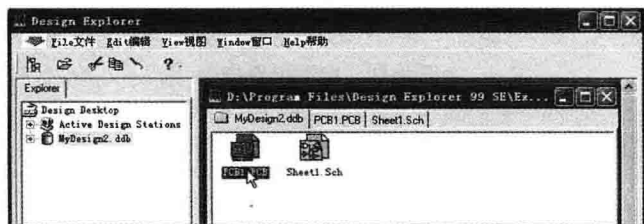

图 1-20 选择 PCB1. PCB 文件
(4) 单击执行“File 文件”菜单下的“New 新建”命令，选择印刷电路板 PCB 库文件，创建一个 PCB1.LIB1. LIB 文件。
(5) 执行“File 文件”菜单下的“New Design 新建设计”命令，弹出新建设计数据库文件对话框。
(6) 在“Design Storage Type”栏中选择设计数据库保存类型“Windows File System”。
(7) 在“Database File Name”栏中设定数据库的文件名“MyDesign2. ddb”。
(8) 单击“Browse”按钮，可以设定数据库文件保存的路径。
(9) 单击“OK”按钮，生成一个“MyDesign2. ddb”数据库项目文件。
(10) 单击执行“File 文件”菜单下的“New 新建”命令，选择原理图文件，创建一个“sheet1. sch”文件。
(11) 单击执行“File 文件”菜单下的“New 新建”命令，选择印刷电路板 PCB 文件，创建一个“PCB1. PCB”文件。
(12) 如图 1-20 所示，在编辑区单击选择“MyDesign2. ddb”选项卡，选择“MyDesign2. ddb”页面的“PCB1. PCB”文件。